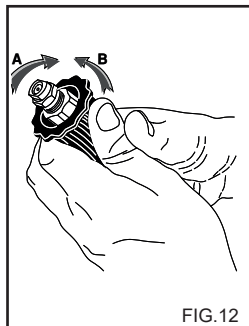

FIG.12
**SÄÄDETTÄVÄN PÄÄKAPPALEEN KÄYTTÖ (Fig. 12)** (Valinnainen lisävaruste).